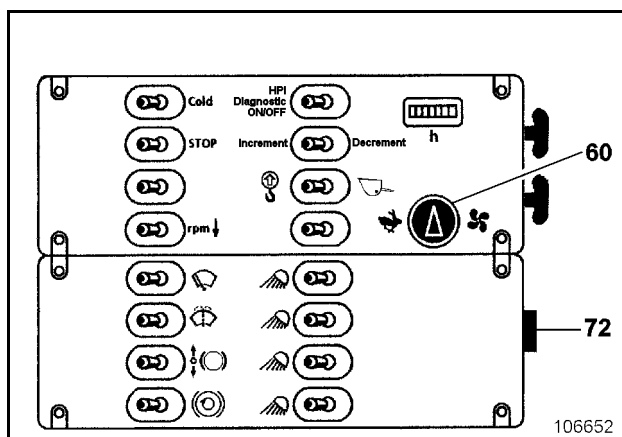

Fig. 2-43:
- Con el motor parado, poner el interruptor llave (72, Fig. 2-43:) a la posición 1.
- Poner hacia atrás la palanquita (60, Fig. 2-43:) al escalón de ventilación deseado (escalones 1 - 3).
- Si se quiere un caudal de aire caliente más fuerte, se debe conectar adicionalmente el ventilador por medio del interruptor giratorio (60, Fig. 2-43:).